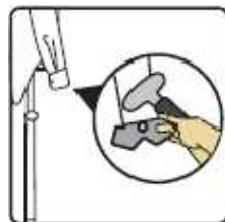

fig.30
- Insérez la mini-planche dans la manche et défroissez en effectuant un mouvement vertical. (fig.30)